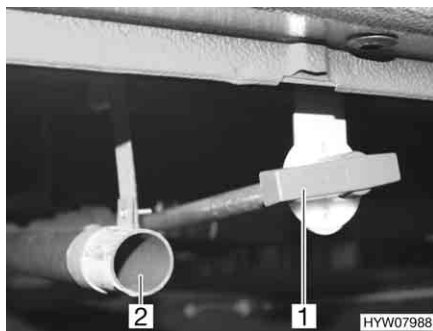
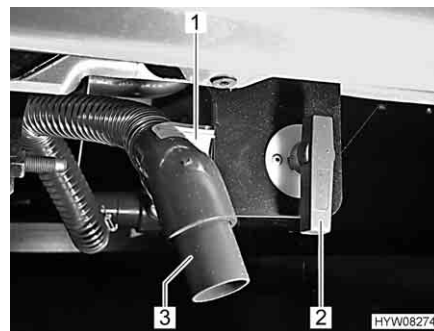

Fig. 83 Leva di comando e tubo di scarico del serbatoio delle acque grigie
Fig. 84 Leva di comando del serbatoio delle acque grigie e tubo di gomma per lo scarico (alternativa)
La leva di comando (Fig. 83,1 o Fig. 84,2) per lo scarico delle acque grigie è installata accanto al tubo di scarico (Fig. 83,2) o accanto al flessibile di scarico acque grigie (Fig. 84,3) sul lato sinistro o destro del veicolo.
- A seconda del modello, infilare il flessibile di scarico acque grigie sul tubo di scarico (Fig. 83,2) o tirare il flessibile di scarico acque grigie dal sostegno (Fig. 84,1).
- Aprire il rubinetto di scarico. A questo scopo ruotare la leva di comando (Fig. 83,1 o Fig. 84,2) del rubinetto di scarico di un quarto di giro. Le acque grigie vengono scaricate.
- Dopo la completa fuoriuscita delle acque grigie, richiudere il rubinetto di scarico. A questo scopo ruotare la leva di comando (Fig. 83,1 o Fig. 84,2) del rubinetto di scarico di un quarto di giro.